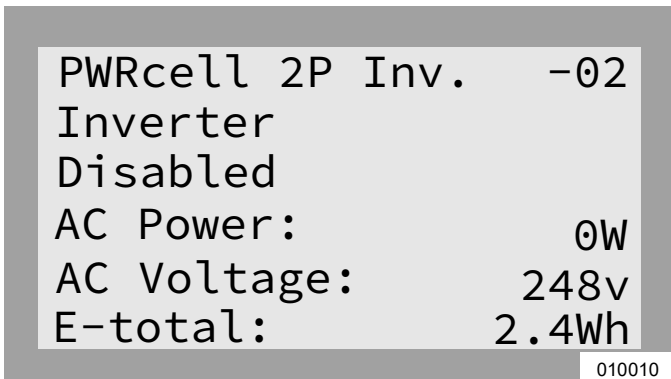

Figure 6-7. Activer l'onduleur (1 de 4)
- Voir **Figure 6-7**. Utiliser la touche fléchée droite pour défiler jusqu'à la page de l'onduleur.